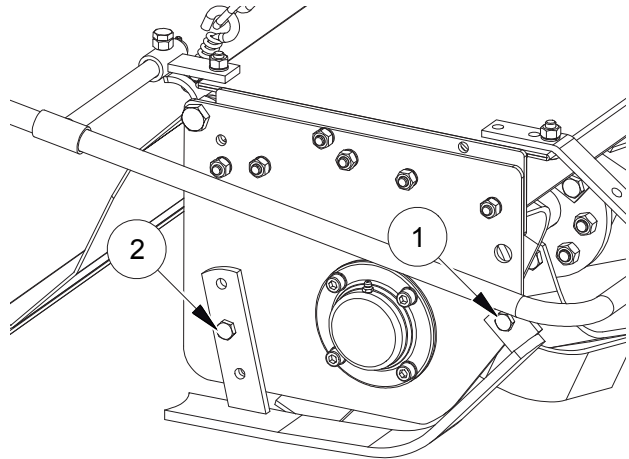

FIG. 16
Desserrer les écrous (1, Fig. 16), agir sur le régulateur arrière en desserrant l'écrou (2). Retirer vers le bas pour réduire la profondeur de travail; Insérer vers le haut pour augmenter la profondeur de travail. Visser les écrous (1 et
2, Fig. 16).